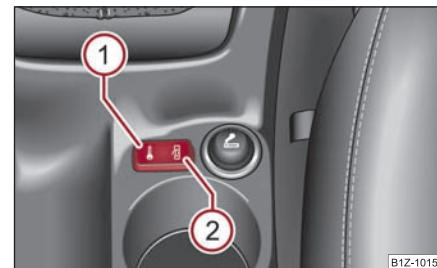

Fig. 42 Consola central: Teclas para cierre centralizado
- Pulsar la tecla ① ⇒ página 47, fig. 42. El símbolo  en la tecla se encenderá.
- Pulsar la tecla ② ⇒ página 47, fig. 42. En la tecla se apagará el símbolo .